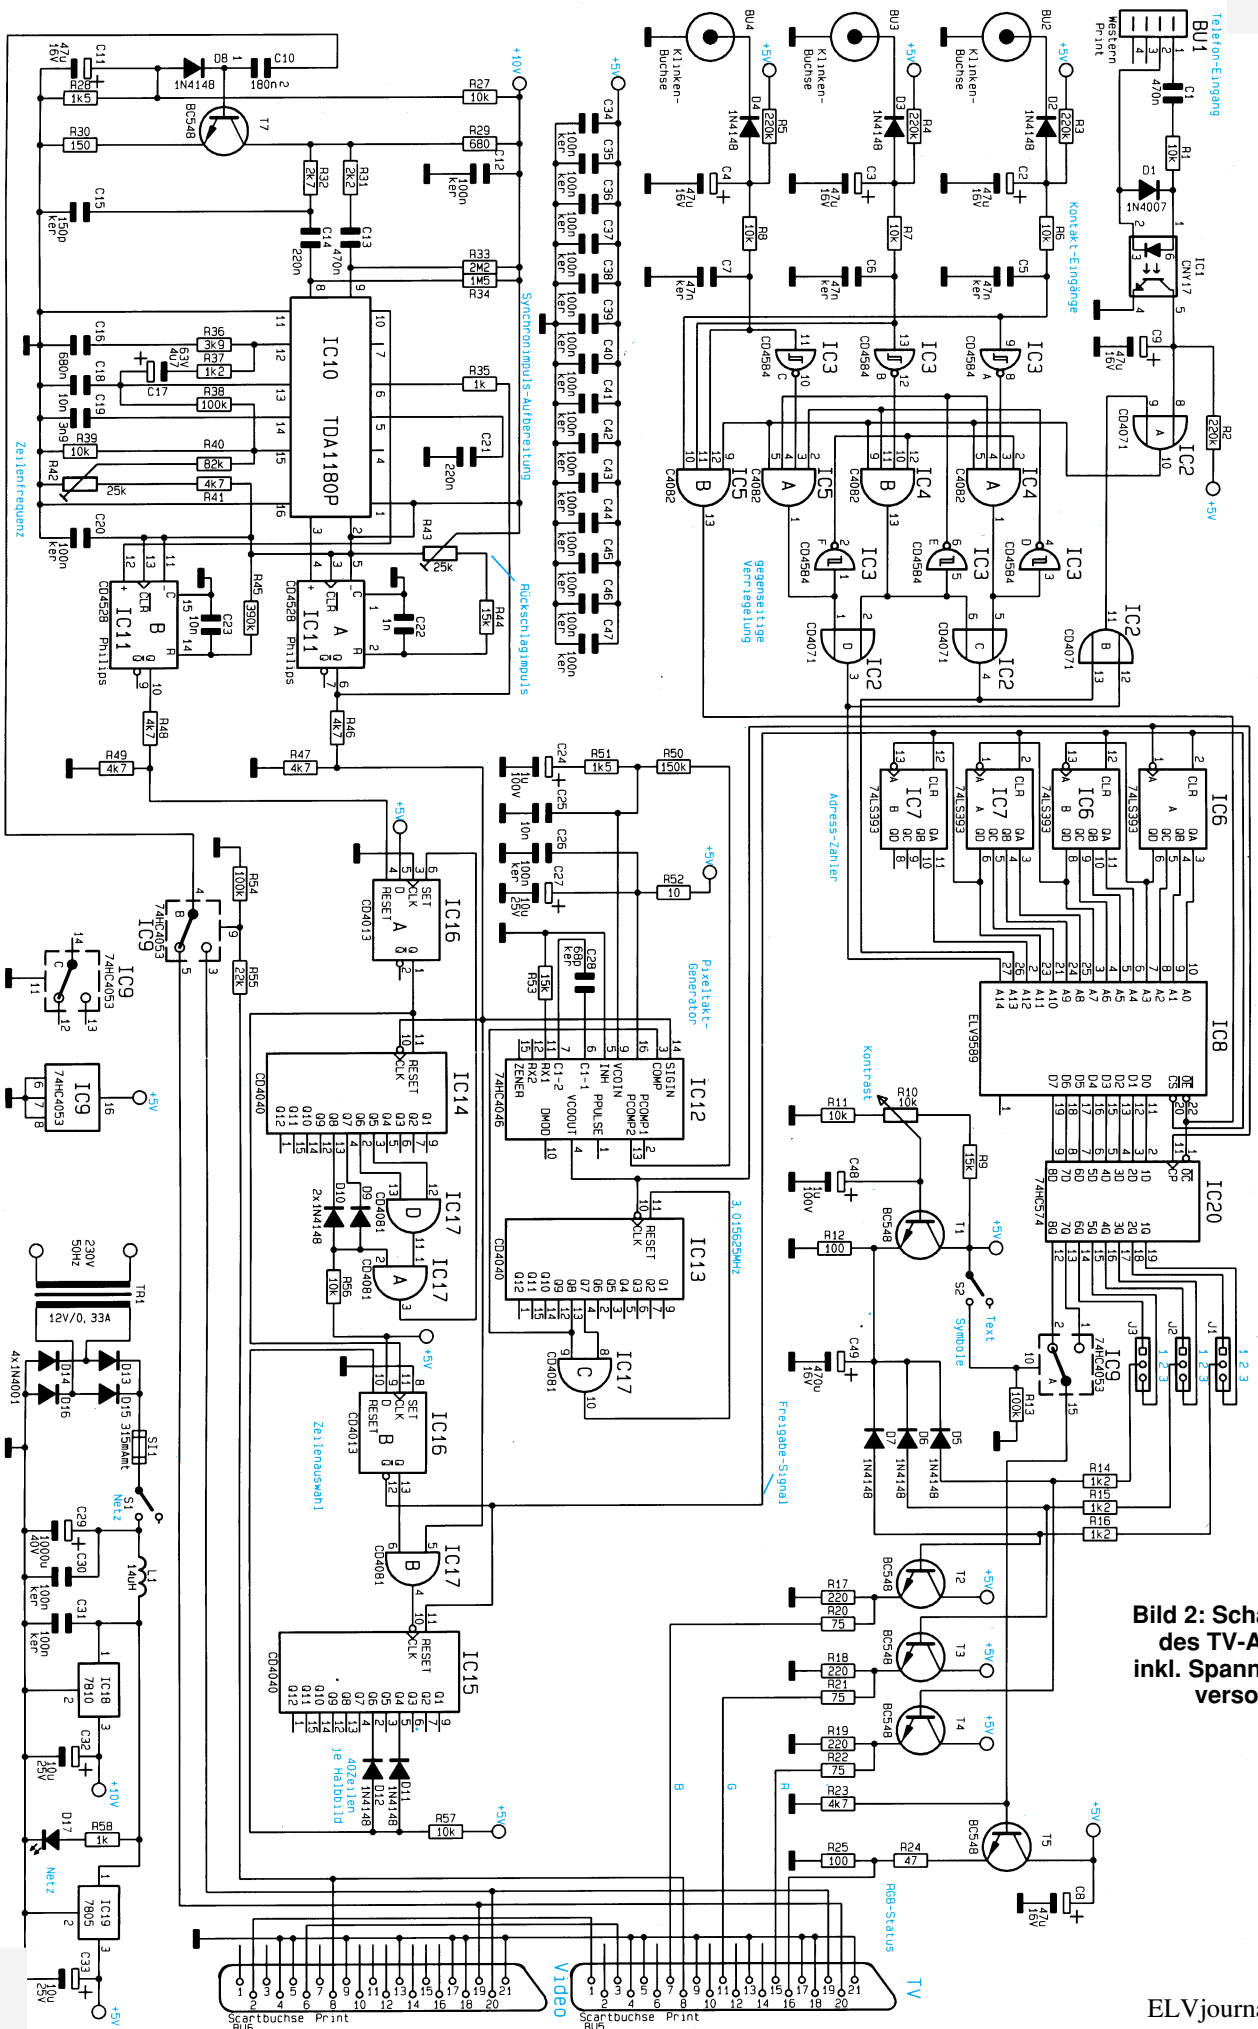

Bild 2: Schaltbild des TV-Alarm inkl. Spannungsversorgung
Die gesamte Schaltung des TV-Alarms ist in Abbildung 2 zu sehen. Wir beginnen die Schaltungsbeschreibung mit der Synchronimpulsaufbereitung. Das von der Scart-Buchse BU 5 (TV) kommende FBAS-Signal gelangt über IC 9 B auf die mit C 10, C 11, D 8, R 27 und R 28 aufgebaute Klemmstufe und anschließend auf die Basis des Transistors T 7. Diese Stufe nimmt neben einer ca. 4,5fachen Verstärkung eine 180°-Phasendrehung vor.